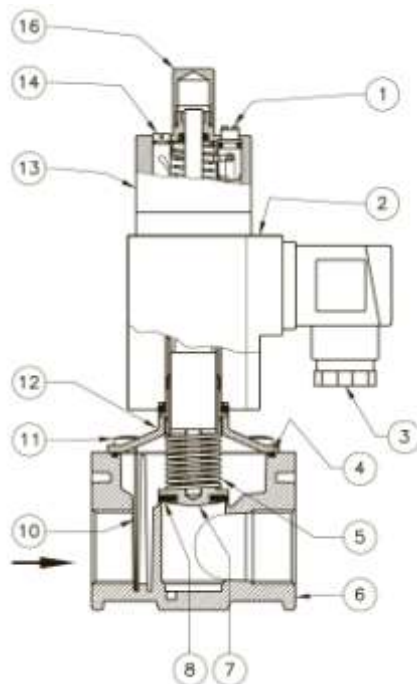

Рис. 1
Клапан (рис. 1) состоит: винт регулировки скорости открытия (1); электромагнитная катушка (2); электрический коннектор (3); прокладка (4); пружина (5); корпус (6); затвор (7); манжета затвора (8); фильтрующая сетка* (10); винт (11), крышка (12), гидравлический тормоз (13), колпачок тормоза (16).